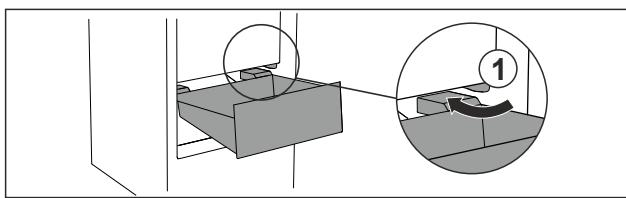

Fig. 26
- Predal speljite poševno okrog zaustavljalnikov Fig. 26 (1).